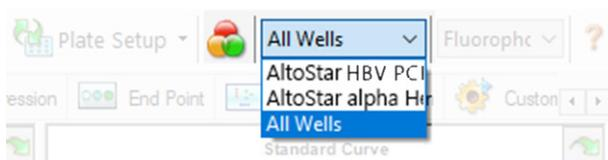

Abb. 4: Schaltfläche und Dropdown-Menü Well Group (Well-Gruppe)
Achten Sie darauf, im Fenster Data Analysis (Datenanalyse) die **Well Group** (Well-Gruppe) des AltoStar® HBV PCR Kit 1.5 auszuwählen. Klicken Sie dazu auf das Dropdown-Menü **Well Group** (Well-Gruppe) rechts neben der Schaltfläche **Well Group** (Well-Gruppe) (siehe Abbildung 4) in der Menüleiste. Verwenden Sie nicht die „All Wells“ (Alle Wells) **Well Group** (Well-Gruppe). Die Auswahl in Abbildung 4 wird als allgemeine Beispielansicht verwendet.
1. Achten Sie darauf, im Fenster Data Analysis (Datenanalyse) die **Well Group** (Well-Gruppe) des AltoStar® HBV PCR Kit 1.5 auszuwählen. Klicken Sie dazu auf das Dropdown-Menü **Well Group** (Well-Gruppe) rechts neben der Schaltfläche **Well Group** (Well-Gruppe) (siehe Abbildung 4) in der Menüleiste.